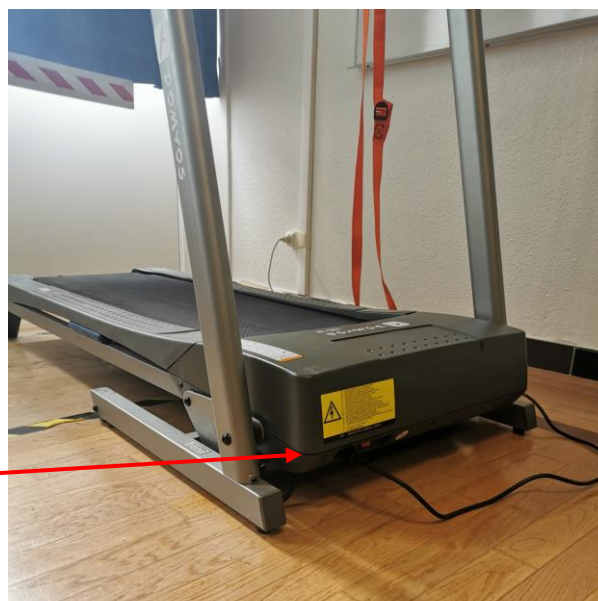

Figure 3 : protocole expérimental
- Compléter le tableau ci-dessous en mesurant (à l'aide d'un réglet ou d'une règle) la hauteur entre le sol et le point indiqué sur la figure 3 pour les différentes pentes réglées sur le tapis: